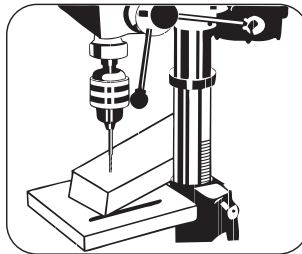

FIGURA 8.20
- A madeira deve estar em contato com o lado esquerdo da coluna (Figura 8.20).